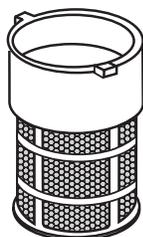

Figure 20. Filtre à carburant
3. Ensuite, retirer, inspecter et nettoyer le filtre à carburant (Figure 20) avec du solvant.